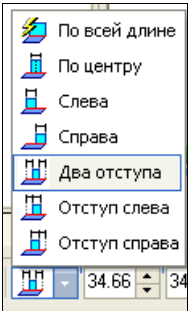

Рис. 22.7. Раскрывающийся список кнопки **Размещение**
Тип смещения	В раскрывающемся списке (рис. 22.7) установите один из вариантов типов смещения
- в раскрывающемся списке окна **Размещение** (рис. 22.7) установите **Два отступа**;